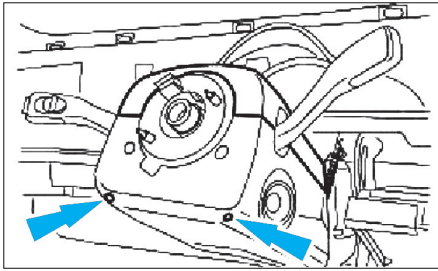
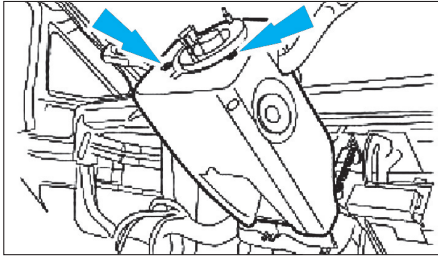

Fig. 32
Fig. 33
- Déposer l'enveloppe supérieure et inférieure de colonne de direction (Fig.32) et (Fig.33).